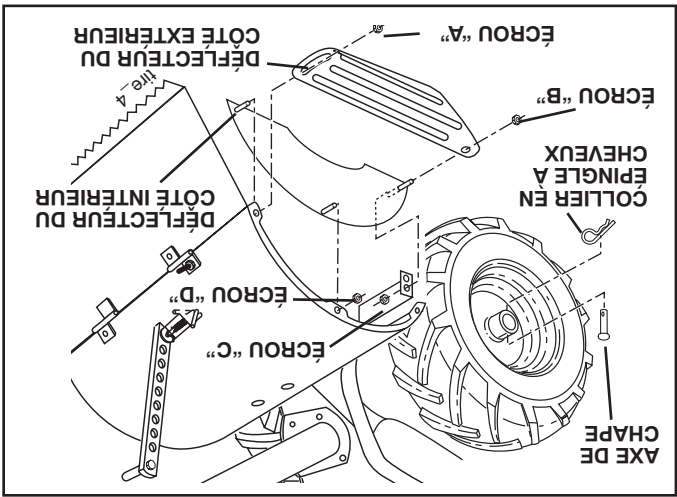

FIG. 21
- POUR ENLEVER LA ROUE (Voir la fig. 21)**